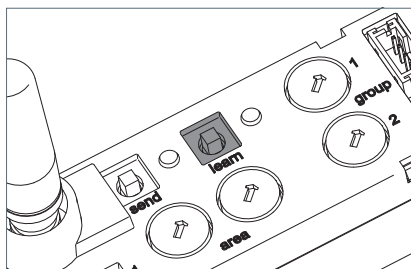

Fig. 33: Touche « learn »
- Appuyez sur la touche « learn » et tenez-la appuyée pendant au moins 15 secondes jusqu'à ce que les LED « learn » et « send » soient allumées en permanence, voir Fig. 33.